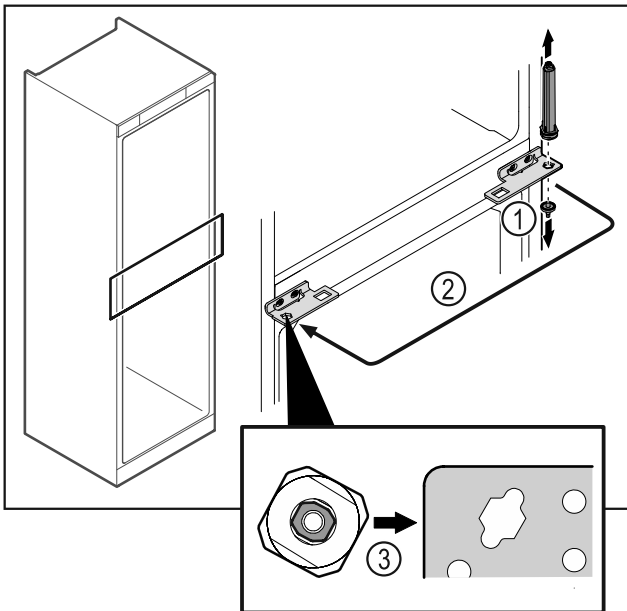

Fig. 44
- ▶ Ξεβιδώστε τον πείρο του μεντεσέ Fig. 44 (1).
- ▶ Μεταφέρετε το σύστημα κλεισίματος πόρτας Fig. 44 (2).
- ▶ Κατά την τοποθέτηση βεβαιωθείτε για τη σωστή ευθυγράμμιση του συστήματος κλεισίματος πόρτας Fig. 44 (3).